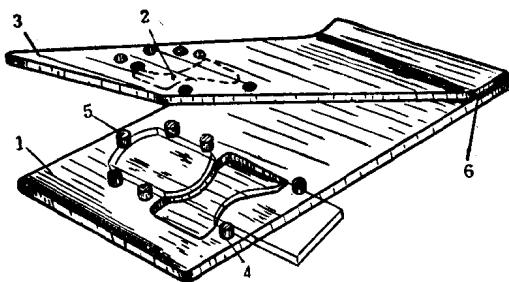

图13 薄板切断模
**3. 切断模** 直接由条料或卷料冲裁具有两个平行边缘的制件时，就可以采用薄板切断模。这种冲模（图13）是由凹模1、凸